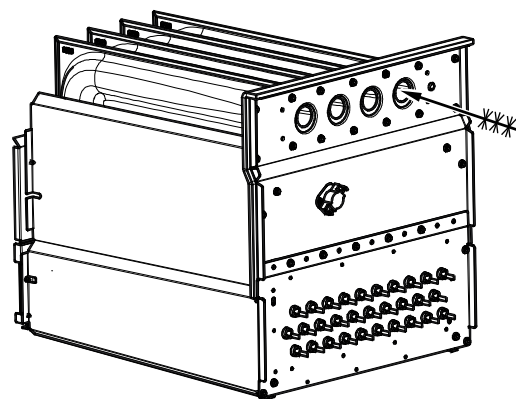

Figure 71 – Nettoyage de la cellule de l'échangeur thermique A11273
7. Nettoyez les ouvertures de l'échangeur thermique à l'aide d'un aspirateur et d'une brosse douce. Consultez la Figure 71.